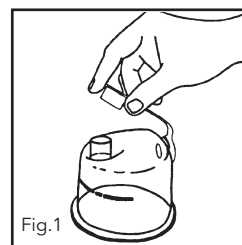

Fig.1
4. Retirer et jeter les capuchons bleus (Fig.1).